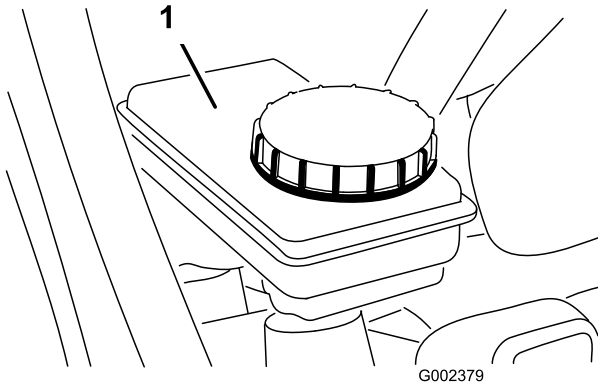

Figure 25
2. Le niveau de liquide doit atteindre le repère maximum sur le réservoir (Figure 25).